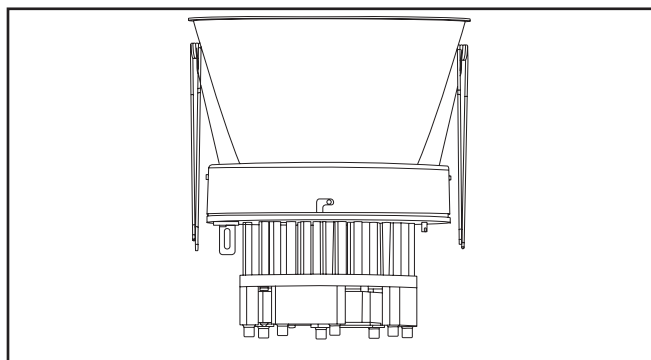

Figura 4.
4. Usando los tornillos de ajuste manual incluidos, asegure con firmeza la moldura inferior al motor de la luminaria LED. Alinee el enchufe de alimentación del motor de la luminaria LED con el conector del alojamiento cilíndrico y empújelos juntos. Ya está realizada la conexión eléctrica (Figura 4.).